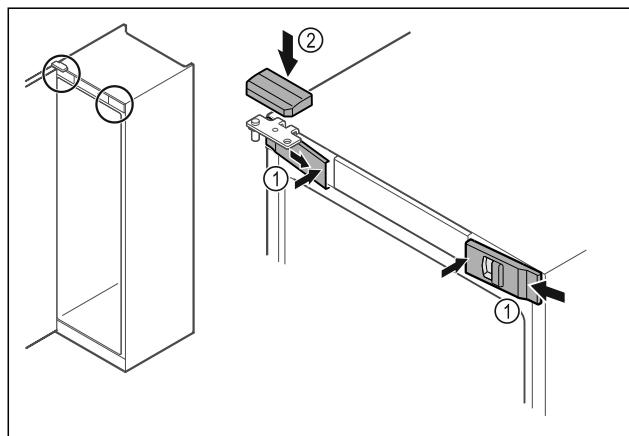

Fig. 46
- Enganchar las cubiertas delanteras *Fig. 46 (1)* lateralmente y encajar el interior.
- Encesar la cubierta superior *Fig. 46 (2)* desde arriba.